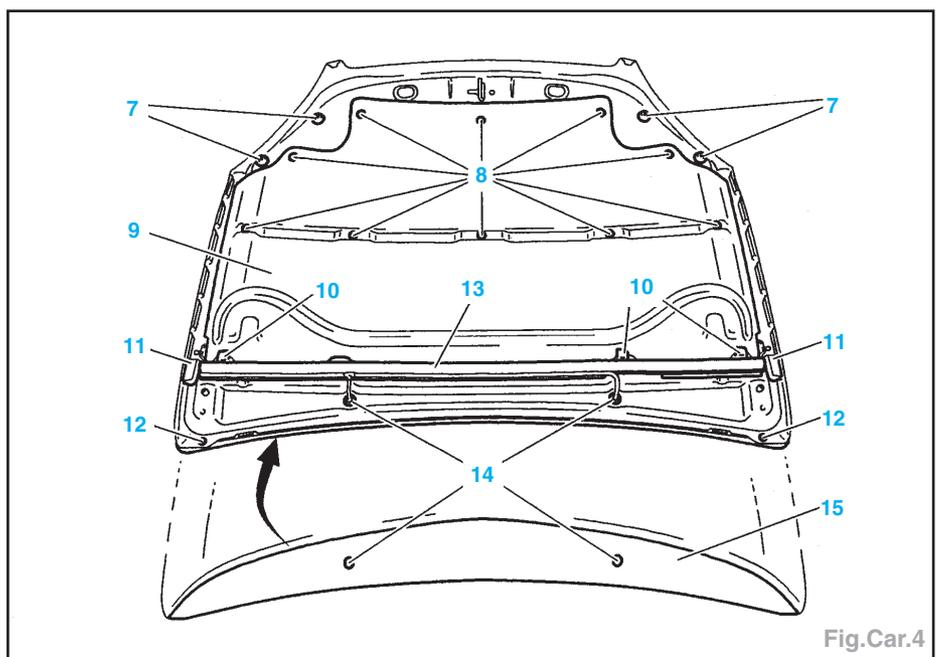

Fig.Car.4
- Déposer (Fig.Car.4) :
- les gicleurs de lave-vitre (14),
- les clips (12),
- l'enjoliveur de capot (15),
- les cales latérales (11),
- le joint d'étanchéité (13),
- les butées caoutchouc (7),
- les agrafes (8).
- Relever les languettes (10).
- Déposer la garniture de capot (9).